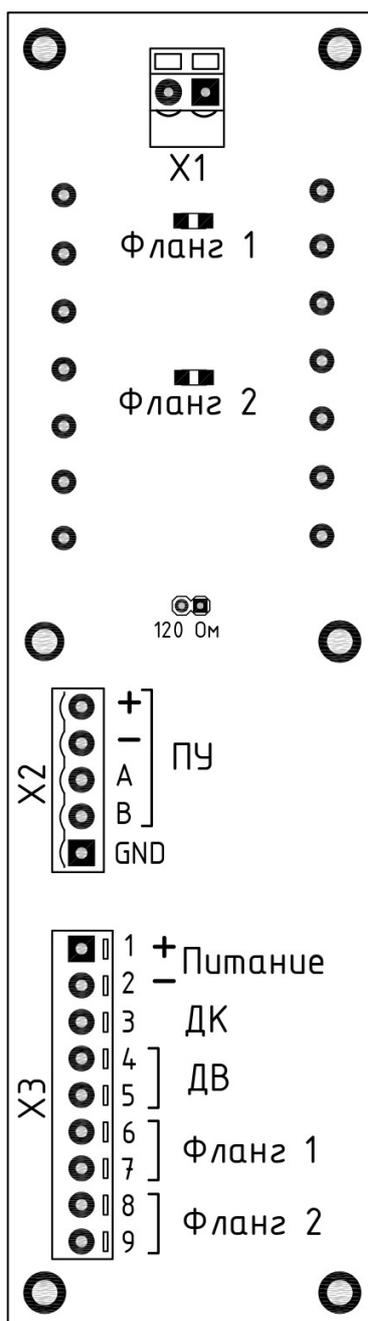

Рисунок 6.12. - Плата коммутации
1) Отключить напряжение питания блока ПРМ. Подключить к «ПУ» разъема «X2» платы коммутации пульт управления (рис. 6.12), затем подать напряжение питания на блок ПРМ. Убедиться в свечении ЖК-дисплея на ПУ, затем нажать клавишу «**ENTER**». В течении нескольких секунд наблюдать сообщение: